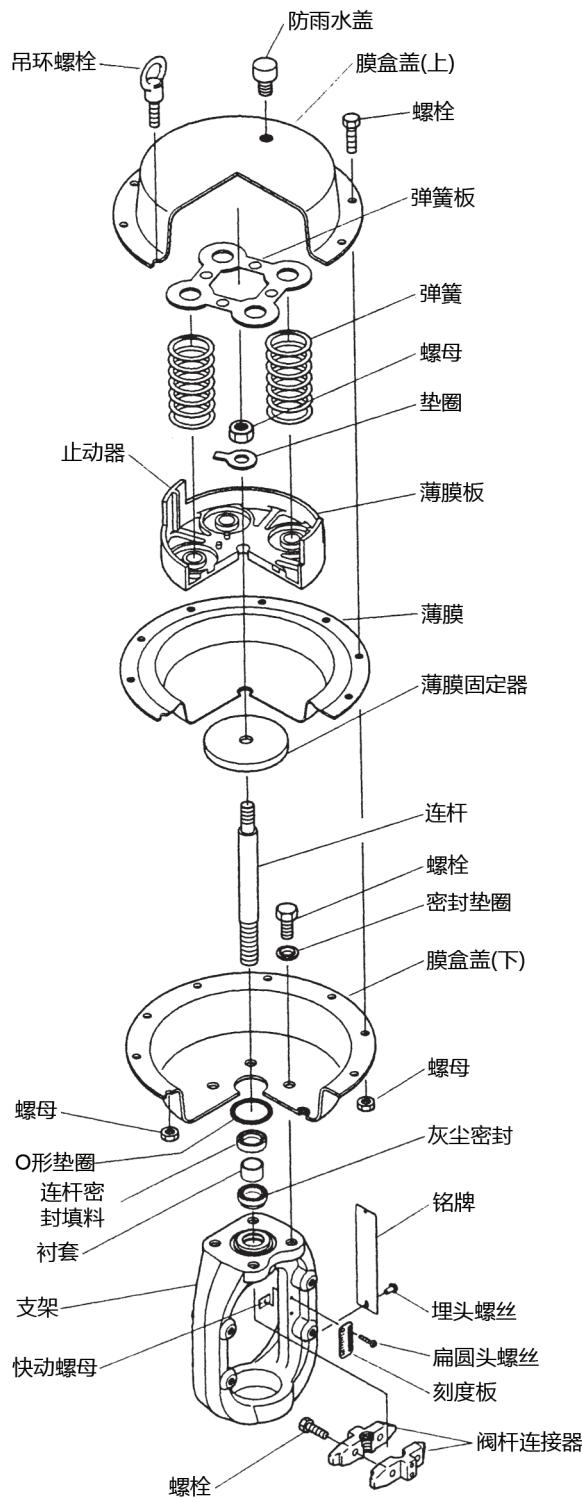

图 4-7 反作用型 (PSA1R、PSA2R)
B. 反作用型 (参见图 4-7 或 4-8)
- 请参考图 4-7 和 4-8。
- 请按照正确的方向安装连杆的密封填料和灰尘密封圈。请参考图 4-7 和 4-8。